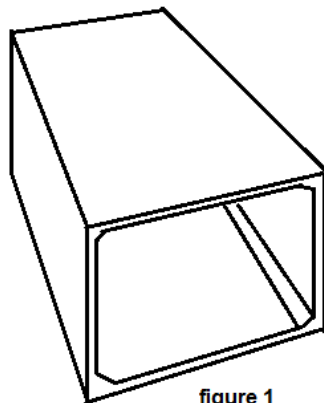

figure 1
- Passage inférieur à cadre fermé (figure1);